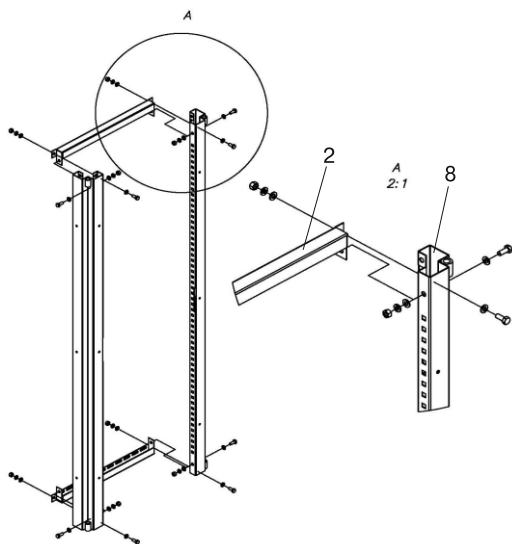

Рисунок 2 – Сборка передней рамки
3.2 Сборку производить в горизонтальном положении, например, на полу (рисунок 2).